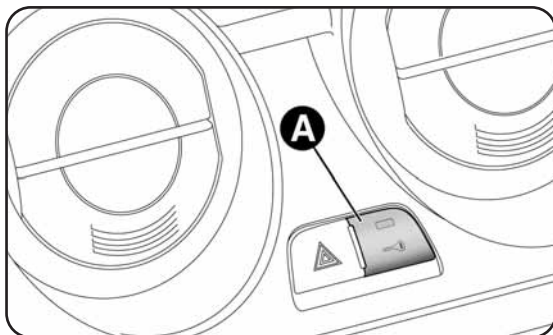

fig. 56
Portes fermées, appuyer sur le bouton **B** de la télécommande ou introduire et tourner la pièce métallique (à l'intérieur de la clé) dans la serrure de la porte conducteur. Le verrouillage des portes est signalé par l'allumage de la DEL sur le bouton A-fig. 56.
**ATTENTION** Quand la fermeture centralisée est activée, si vous tirez le levier interne d'ouverture d'une des portes, vous débloquent la porte concernée (en cas de porte passager, la LED du bouton A-fig. 56 reste allumée).